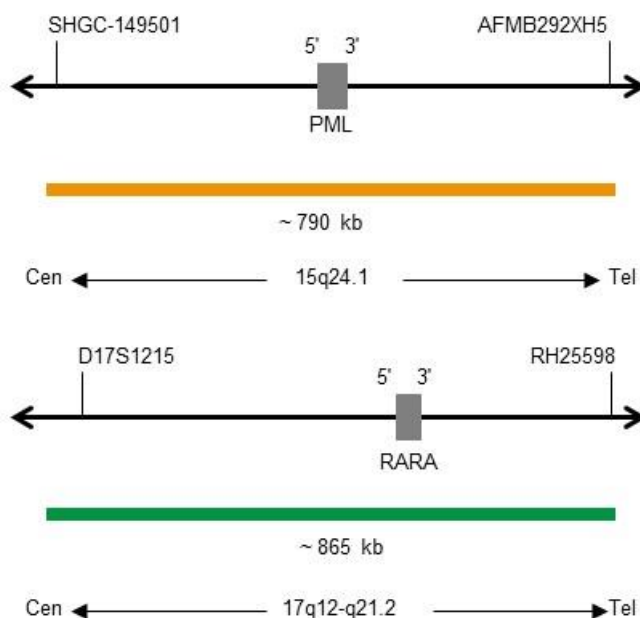

Fig. 1: In alto: Mappa della sonda SPEC PML; In basso: Mappa della sonda SPEC RARA (non in scala)
- Polinucleotidi (~12.0 ng/ $\mu$ l) marcati con ZyGreen (eccitazione 503 nm/emissione 528 nm), le cui sequenze target mappano in 17q12-q21.2\* (chr17:37,953,503-38,818,030) (vedere Fig. 1).
- Polinucleotidi (~6.0 ng/ $\mu$ l) marcati con ZyOrange (eccitazione 547 nm/emissione 572 nm), le cui sequenze target mappano in 15q24.1\* (chr15:73,910,690-74,699,298) (vedere Fig. 1).